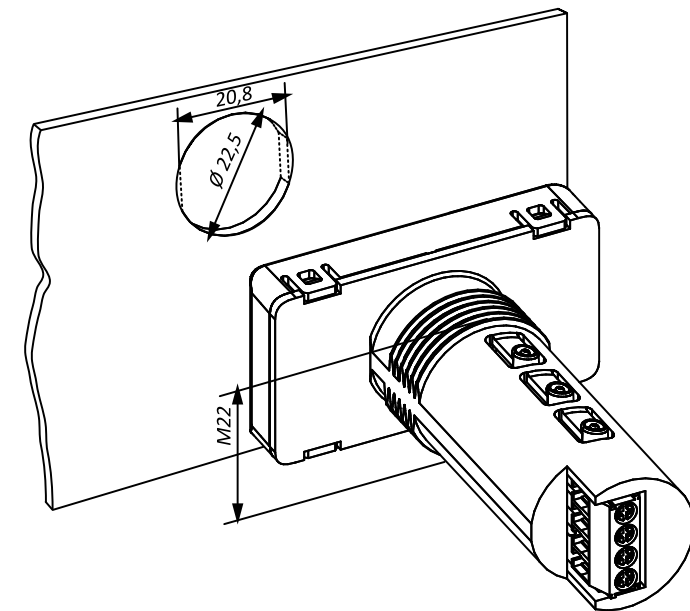

Рисунок 1 – Установочные размеры прибора
1. Подготовить в щите круглое отверстие диаметром 22,5 мм (для предотвращения прокручивания прибора отверстие следует выполнить сложной формы, см. *рисунок 1*).